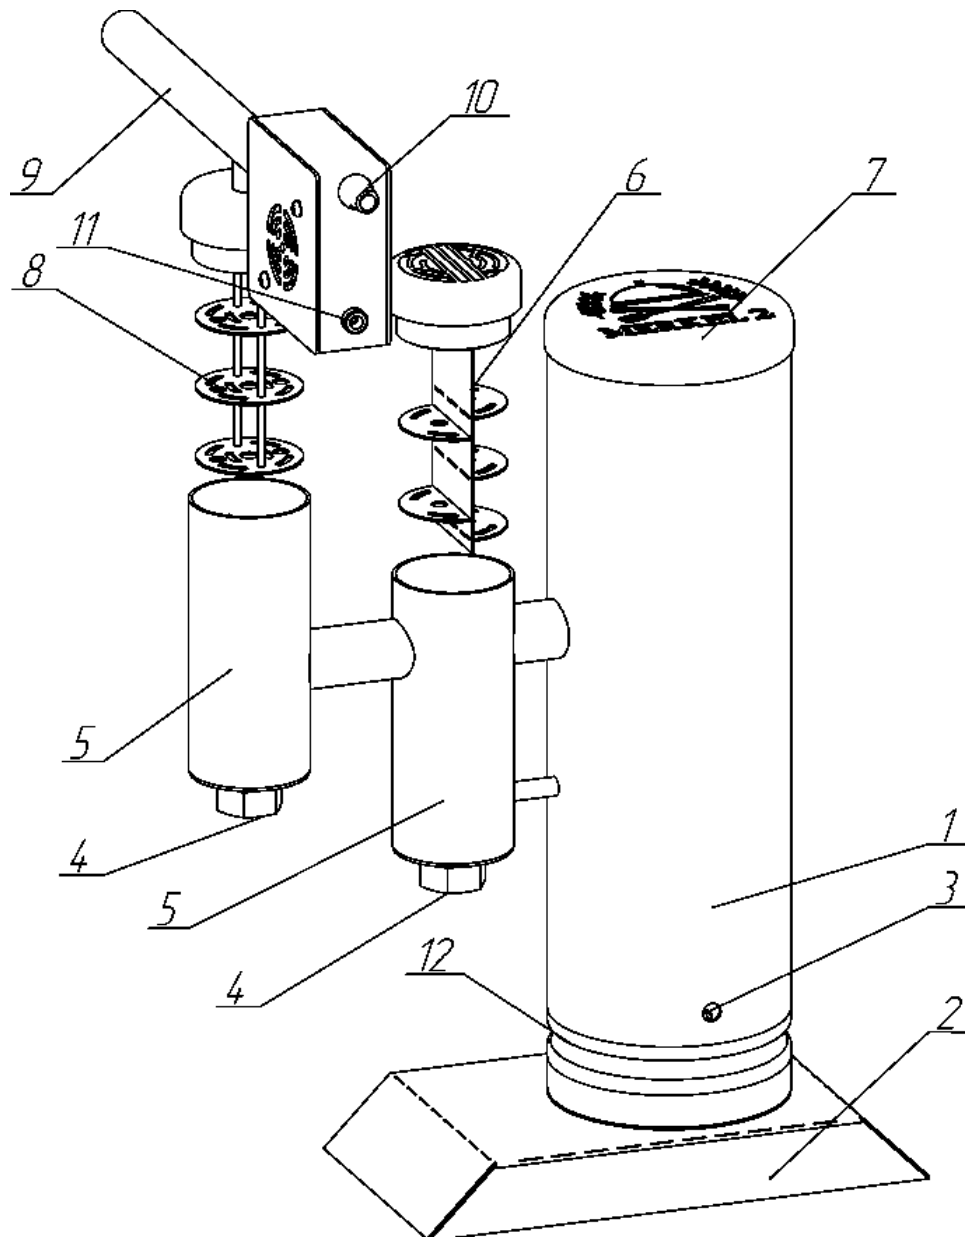

Рисунок 1 — Комплектация дымогенератора MERKEL 2
Тягу внутри дымогенератора обеспечивает система подачи дыма с установленным нагнетателем (см. Рисунок 1). При подготовке системы к работе надо последовательно:
- накрутить систему подачи дыма (9);
Чтобы выключить регулятор оборотов (10), нужно прокрутить его против часовой стрелки до щелчка. Чтобы включить и настроить регулятор (10), нужно прокрутить его по часовой стрелке до щелчка, и далее крутить по часовой стрелке, регулируя количество необходимого дыма (Рисунок 1).
Провод подключается к гнезду питания дымогенератора (11, Рисунок 1). Провод подсоединяется к блоку питания (в комплекте) либо иным источникам постоянного тока 12 В (2 А).